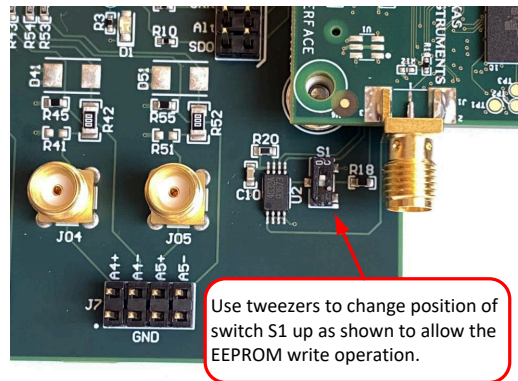

图 7-3. 启用 EEPROM 进行写入
2. 启用 EEPROM 进行写入。此过程通过使用镊子将开关 S2 切换到顶部位置来完成。图 7-3 详细介绍了此过程。